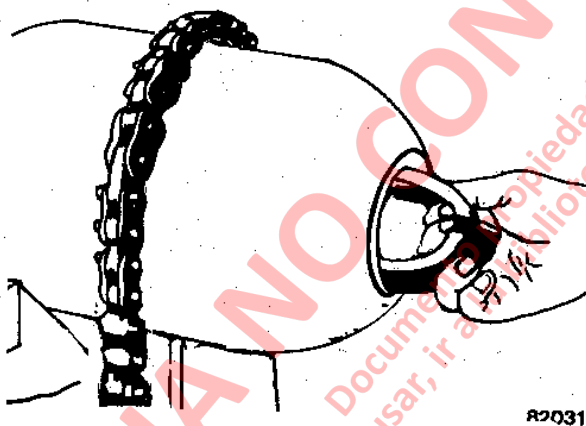

FIGURA 3-16 REMOCIÓN DEL ANILLO ANTI-EXTRUCION
7. Inserte la mano dentro de la cubierta y saque el Anillo de goma, golilla y anillo anti-extrusión del tapón. Doble el anillo anti-extrusión para permitir el retiro. (Consulte la Figura 3-16).